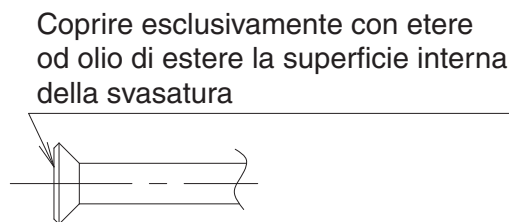

Fig. 8
- Per il collegamento svasato, coprire esclusivamente con etere od olio di estere la superficie interna della svasatura. (**Fare riferimento alla Fig. 8**)